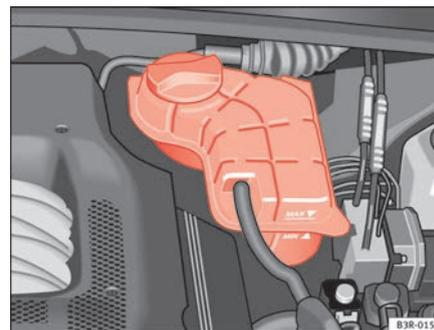

Fig. 167 Compartimento do motor: Depósito do líquido de refrigeração
- Controle o nível do líquido de refrigeração no depósito de expansão do líquido de refrigeração ⇒ **fig. 167**. Com o motor frio, o nível deve situar-se entre as marcas «min» e «max». Com o motor quente, o nível poderá situar-se também um pouco acima da marca «max».
- Coloque um pano sobre o tampão do depósito de expansão do líquido de refrigeração ⇒ **página 229, fig. 167** e desenrosque-o **com cuidado** rodando-o para a esquerda ⇒ .